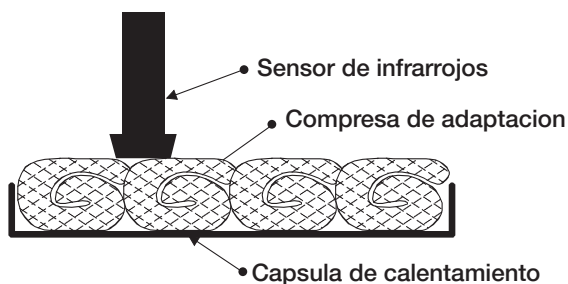

Figura 2: Precalentamiento de las compresas de adaptación en el SAHARA-TSC
- Abra la puerta del sistema y sitúe el número necesario de compresas de adaptación (hasta 4) en la cápsula de calentamiento, según se muestra en la Figura 2. Aplique el sensor de infrarrojos con toda su superficie sobre la compresa situada debajo.